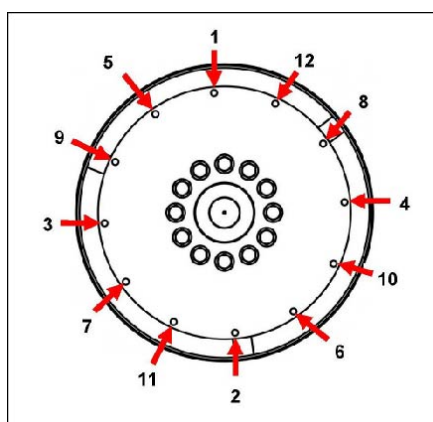

FIGURA 11. SEQUÊNCIA DE FIXAÇÃO
- Retire as cavilhas-guia. Monte os parafusos de acoplamento utilizando anilhas de grande calibre por debaixo das cabeças. Aperte os parafusos para fixar o disco de acoplamento ao volante do motor, de acordo com a sequência ilustrada em Figura 11 na página 27.